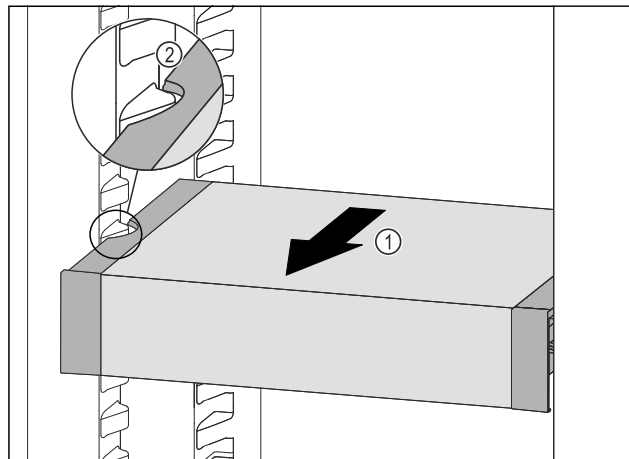

Fig. 89
- ▶ Tirer le VarioSafe vers l'avant Fig. 89 (1) jusqu'à ce que les encoches latérales du VarioSafe se trouvent au niveau de la nervure du bac dans la partie réfrigérateur. Fig. 89 (2)